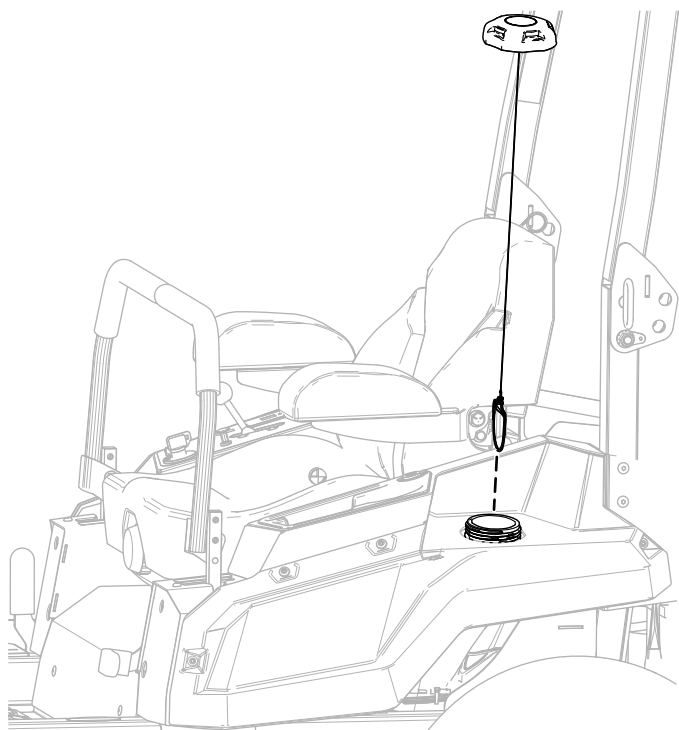

Figura 3
1. Rimuovete il tappo del serbatoio del carburante dalla protezione sinistra (Figura 3).
3. Montate il tappo sul serbatoio del carburante (Figura 3).